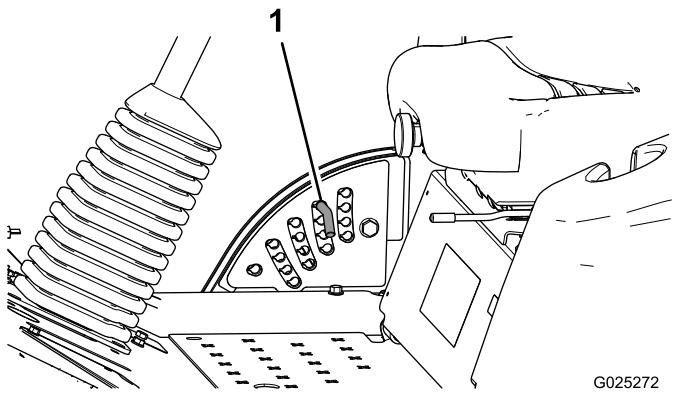

Figura 5
2. Rode o pino de bloqueio até que o pino do mesmo fique alinhado com as ranhuras nos orifícios no suporte da altura de corte e remova-o (Figura 5).
3. Selecione um orifício, no suporte da altura de corte, que corresponda a altura de corte desejada, insira o pino e rode-o para o bloquear no lugar (Figura 5).
Nota: Existem quatro filas de posições de orifícios (Figura 5). A fila de cima dá-lhe a altura de corte indicada por cima do pino. A segunda fila dá-lhe a altura de corte indicada mais 6 mm.